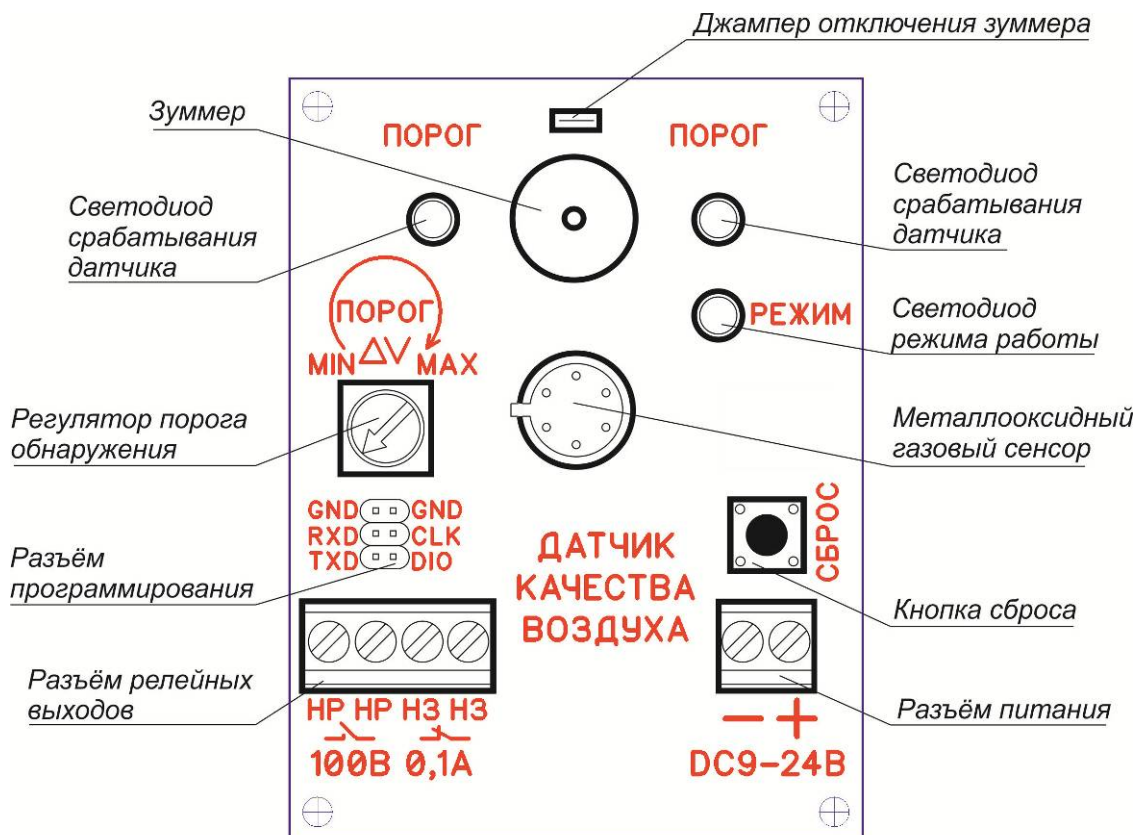

Рис. 1 Внешний вид платы датчика AR01-12M
Внешний вид платы преобразования датчика приведен на рис.1. На плате располагаются следующие комплектующие:
- 3) Регулятор порога обнаружения. Положение регулятора на рис.1 соответствует минимальному порогу обнаружения или максимальной чувствительности датчика;